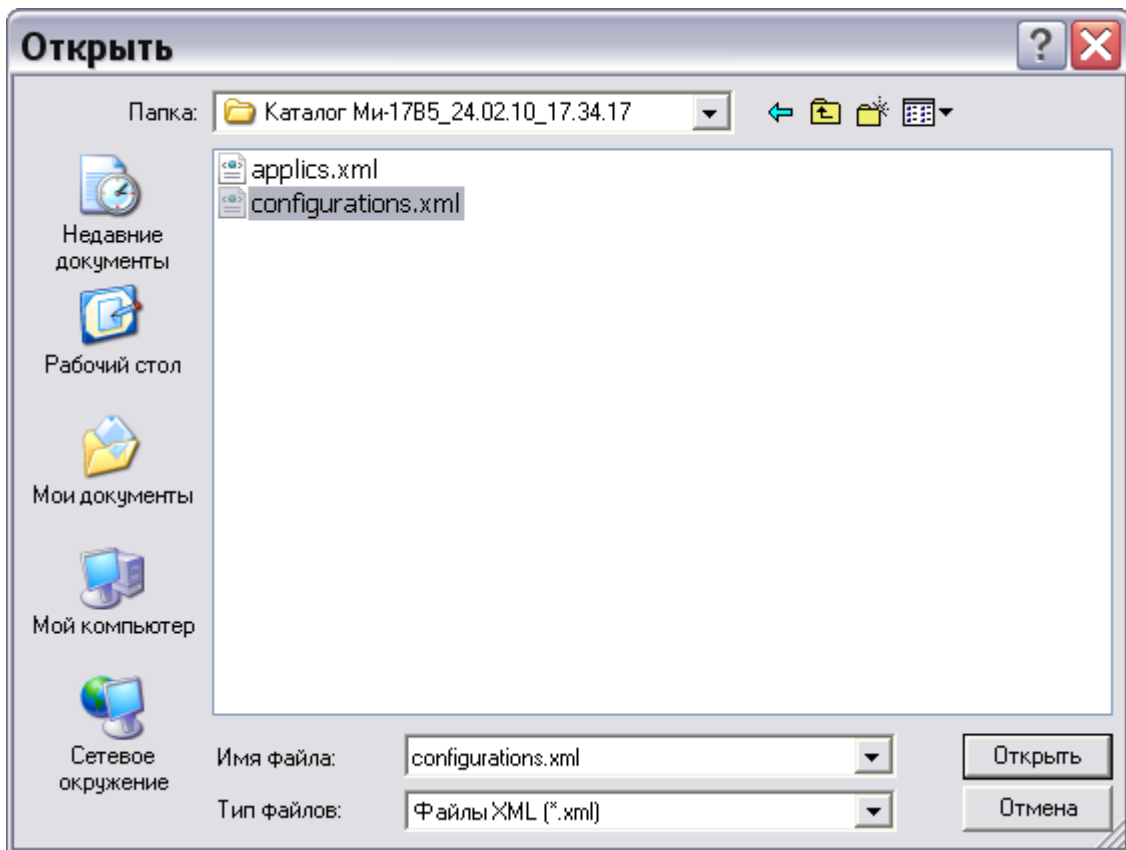

Рис. 85
7. В появившемся окне **Открыть** выберите файл с данными, ранее экспортированными из редактора конфигураций (Рис. 85). Файл содержит данные для справочника атрибутов (справочник опционов) и справочника изделий (данные о конфигурации изделия).